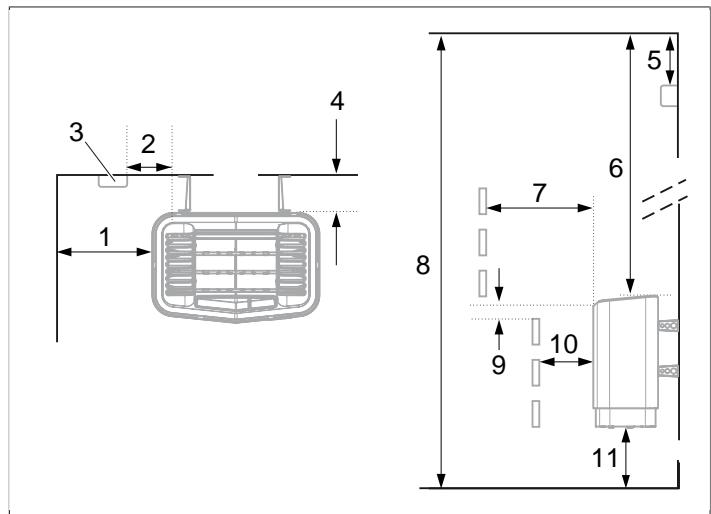
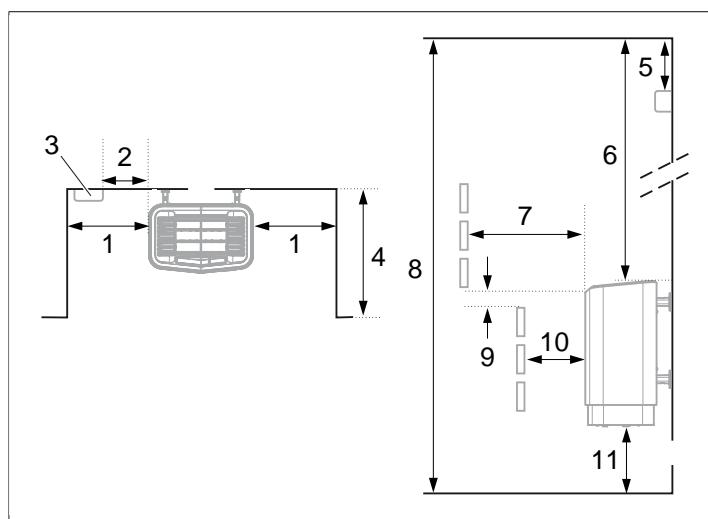

Fig 3: Placering av bastuaggreatet - normalmontage
Fig 5: Placering av bastuaggregat - nischmontage
- Planera sensorns placering (se **Fig 3**, sidan 2 samt **Fig 5**, sidan 3).
- på samma vägg som dörren (endast i undantagsfall på sidoväggen, men då mycket nära dörrväggen). Aggregatet kan också placeras i nisch (se **Fig 5**, sidan 3).
- på säkert avstånd till golvet, sidoväggar och inredning (se **Fig 3**, sidan 2).
Placera sensorn enligt bilden (se **Fig 3**, sidan 2).
1. Placera aggregatet på säkert avstånd till golv, sidovägg och inredning (se **Fig 5**, sidan 3).
2. Placera sensorn enligt bilden (se **Fig 5**, sidan 3).